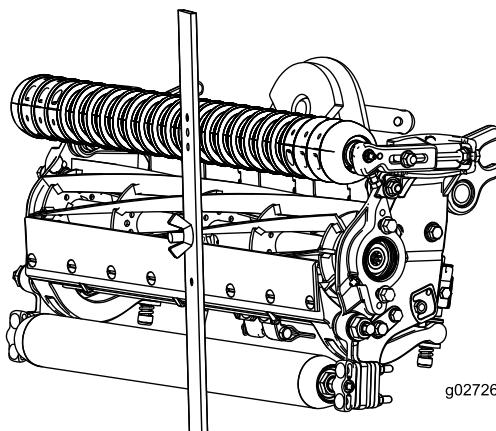

Bild 17
3. Haken Sie den Schraubenkopf an die Schnittkante des Untermessers ein, und stützen Sie das hintere Ende der Leiste auf der Heckrolle ab (**Bild 17**).
4. Drehen Sie die Einstellschraube, bis die vordere Rolle die Messleiste berührt (**Bild 17**). Stellen